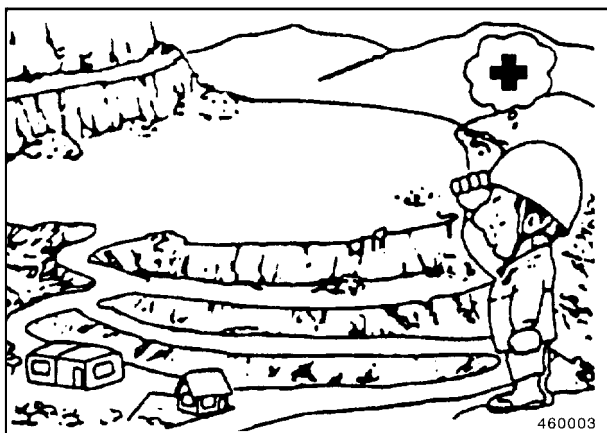

Fig. 4
- Examine las propiedades del terreno y el tipo de suelo en la obra para determinar los puntos peligrosos y el método mejor de trabajar. Empezar los trabajos solamente después de haber tomado las precauciones de seguridad necesarias en lo que se refiere a los puntos peligrosos (Fig. 4).